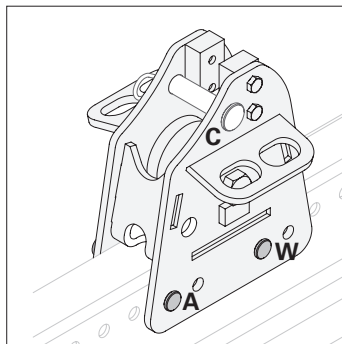

Fig. A10.02a Cuscinetto fisso – con bullone C
1. Posizionare l'elemento di sostegno URS (36) sul corrente (28).
2. Inserire il bullone (36.1) e l'inserto a molla (36.2) in A + B. (Fig. A10.02a)